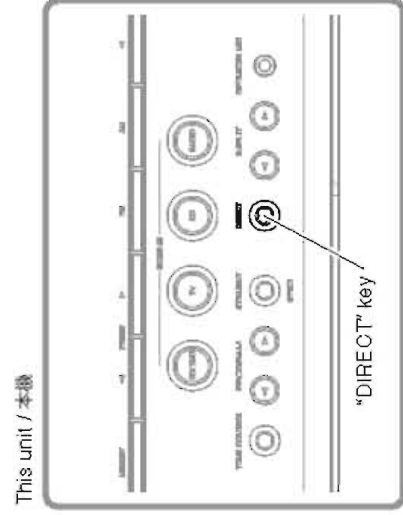

Fig. 7
5. While pressing the "DIRECT" key of this unit, connect the power cable of this unit to the AC outlet. (Fig. 7)
Writing is started automatically. (Fig. 7)
5. 本機の "DIRECT" キーを押しながら、本機の電源コードを AC コンセントに接続します。(Fig. 7)
自動的に書き込みを開始します。(Fig. 7)